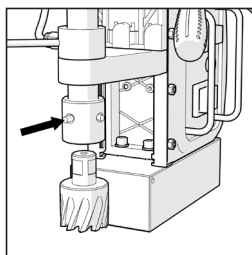

FIG. 6
- Compruebe que los tornillos sin cabeza de fijación del cortador ubicados en el eje no sobresalen por el orificio del eje. **(Fig. 6)**